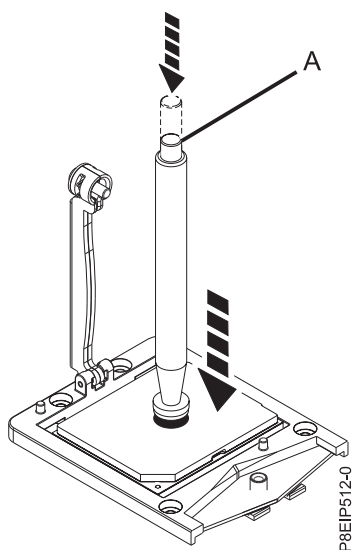

Figura 69. Bajar la herramienta de extracción en el módulo del procesador del sistema
3. Baje la herramienta de lápiz de vacío hasta el módulo de procesador del sistema que se va a instalar. Presione la parte superior del lápiz (**A**) y manténgalo en el centro del módulo de procesador, como se muestra en la Figura 69. Libere la parte superior del lápiz para fijarlo al módulo de procesador.